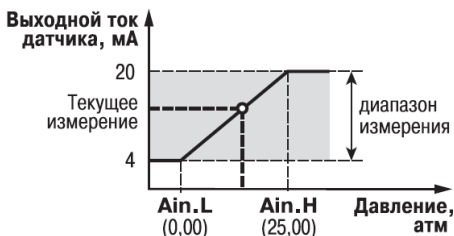

Рисунок 3.4 – Пример задания диапазона измерения активного датчика
**Пример.** При использовании датчика с выходным током 4...20 мА, контролирующего давление в диапазоне 0...25 атм., в параметре **Ain.L** задается значение 00,00, а в параметре **Ain.H** – значение 25,00 (см. рисунок 3.4). После этого обработка и отображение показаний будет производиться в атмосферах.